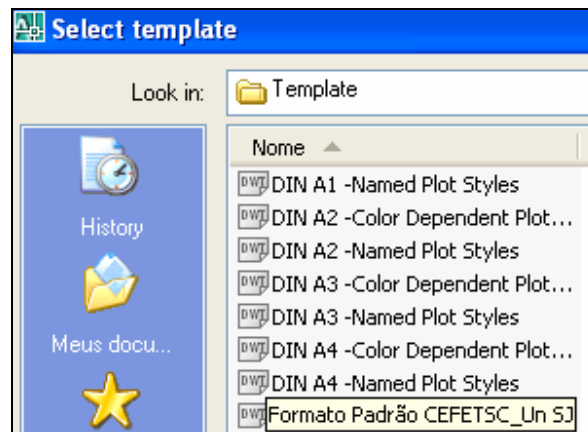

Figura 11.16: Arquivo modelo.
3. Para conferir se o arquivo foi acrescentado aos modelos existentes em *Use template*, clique em novo () na barra padrão e abrirá a janela apresentada na figura 11.16. Para abrir é só selecioná-lo e dar enter.